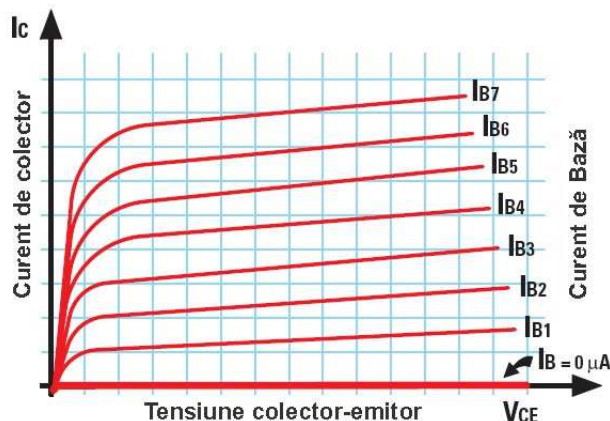

Figura 21 - La tranzistoarele bipolare, prima curbă I_{b0} a curentului de bază este în partea de jos și ultima I_{b7} în partea de sus.
- dacă aplicăm o rampă în opt trepte tranzistorilor, deoarece prima urmă marcată cu 0 este în partea de jos (a se vedea figura 21), nu o luăm în considerare și numărăm doar șapte curbe.